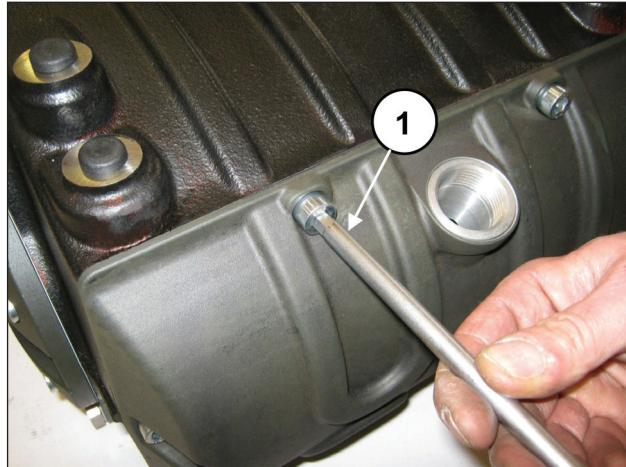

Рис. 2
Полностью слейте масло из насоса, затем снимите крышку картера (с соответствующим уплотнительным кольцом круглого сечения O-ring), открутив 6 винтов M10 (поз. ①, Рис. 2).